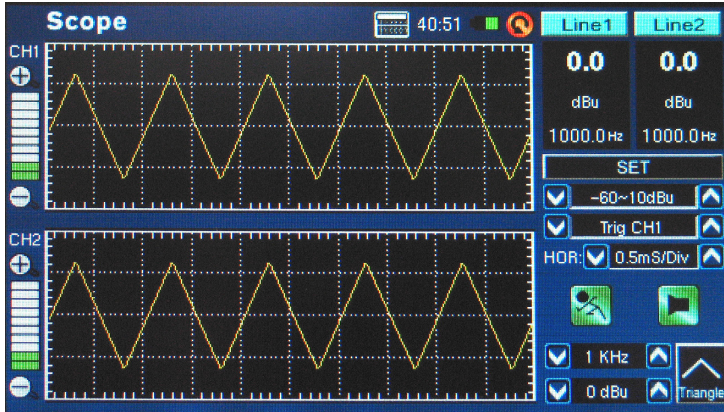

图 54
4. 信号如正弦波，三角波，方波等等，显示的波形应与预期的一样。如果波形看似混乱或模糊，您需要调节显示窗口右侧的HOR(水平时间)选项(图54)。